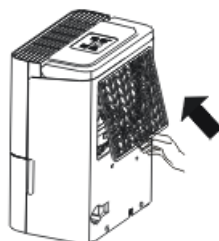

Abb. 10
- Setzen Sie den Luftfilter von unten nach oben in das Gerät ein. Siehe Abb.10.